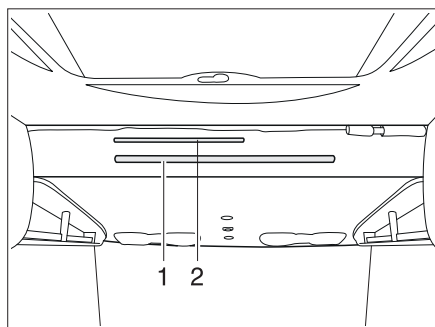

Fig. 101 Lit escamotable manuel
- Tirer le levier de la poignée (Fig. 101,2) vers le bas pour déverrouiller le lit escamotable.
- Tirer le lit escamotable à deux mains vers le bas par la barre de maintien (Fig. 101,1), en exécutant une courbe, jusqu'à ce qu'il s'encliquette de façon perceptible.
- Accrocher l'échelle d'accès avec les deux étriers dans la barre de maintien (Fig. 101,1) du lit escamotable.